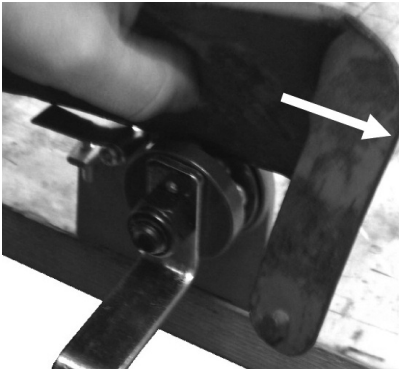
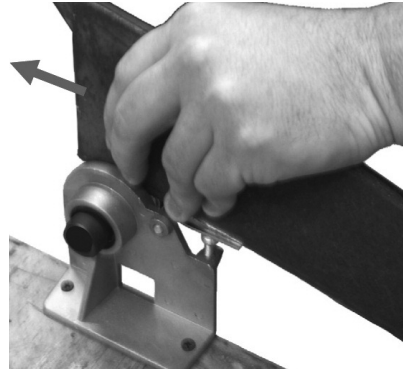

Abb. 1
Abb. 2
1. Die Sense wie auf der Abb. 1 und Abb. 2 in die Dengelmaschine einlegen. Die Klinge der Sense muss leicht gekippt in der Führungsnut (9) liegen.
3. Drehen Sie die Kurbel (8) zügig nach rechts. Immer darauf achten, dass sich die Sense in der Führungsnut (9) befindet.
6. Die Benutzung der Dengelmaschine erfordert etwas Übung. Wenn Sie mit den Punkten 1.-5. gut vertraut sind, können Sie mit der Maschine auch freihändig dengeln. Stellen Sie dafür die Sensenauflage (5) dann auf die unterste Stellung.